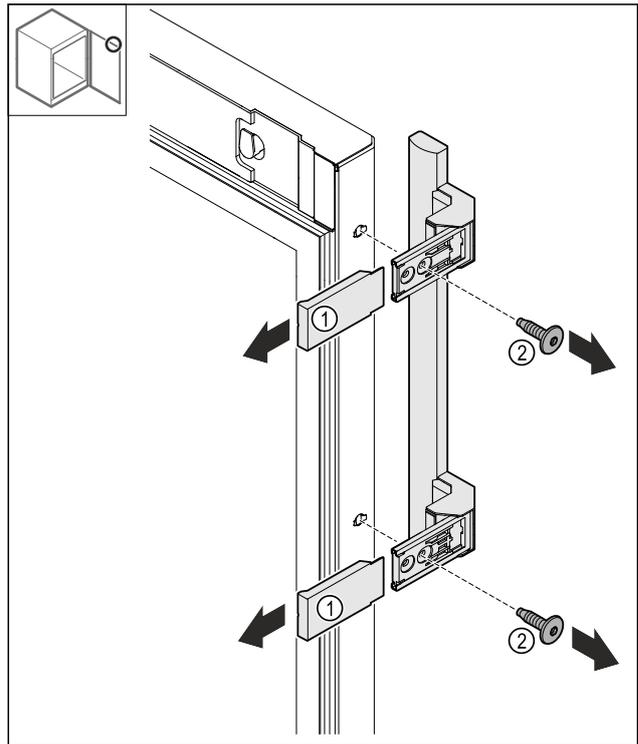

Fig. 24
- Abdeckungen Fig. 24 (1) abziehen.
- Schrauben Fig. 24 (2) lösen.